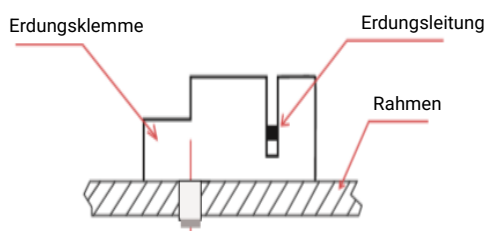

Abbildung 2
- Wie in **Abbildung 2** dargestellt, besteht die Erdungsklemmenbaugruppe aus einem Schieber, einem Sockel und einer selbstschneidenden Schraube oder einer 8-32-Schraube und einer Sechskantmutter. Die Erdungsklemme ist für nicht isolierte Kupfermassivdrähte der Größen 10 oder 12 AWG geeignet.